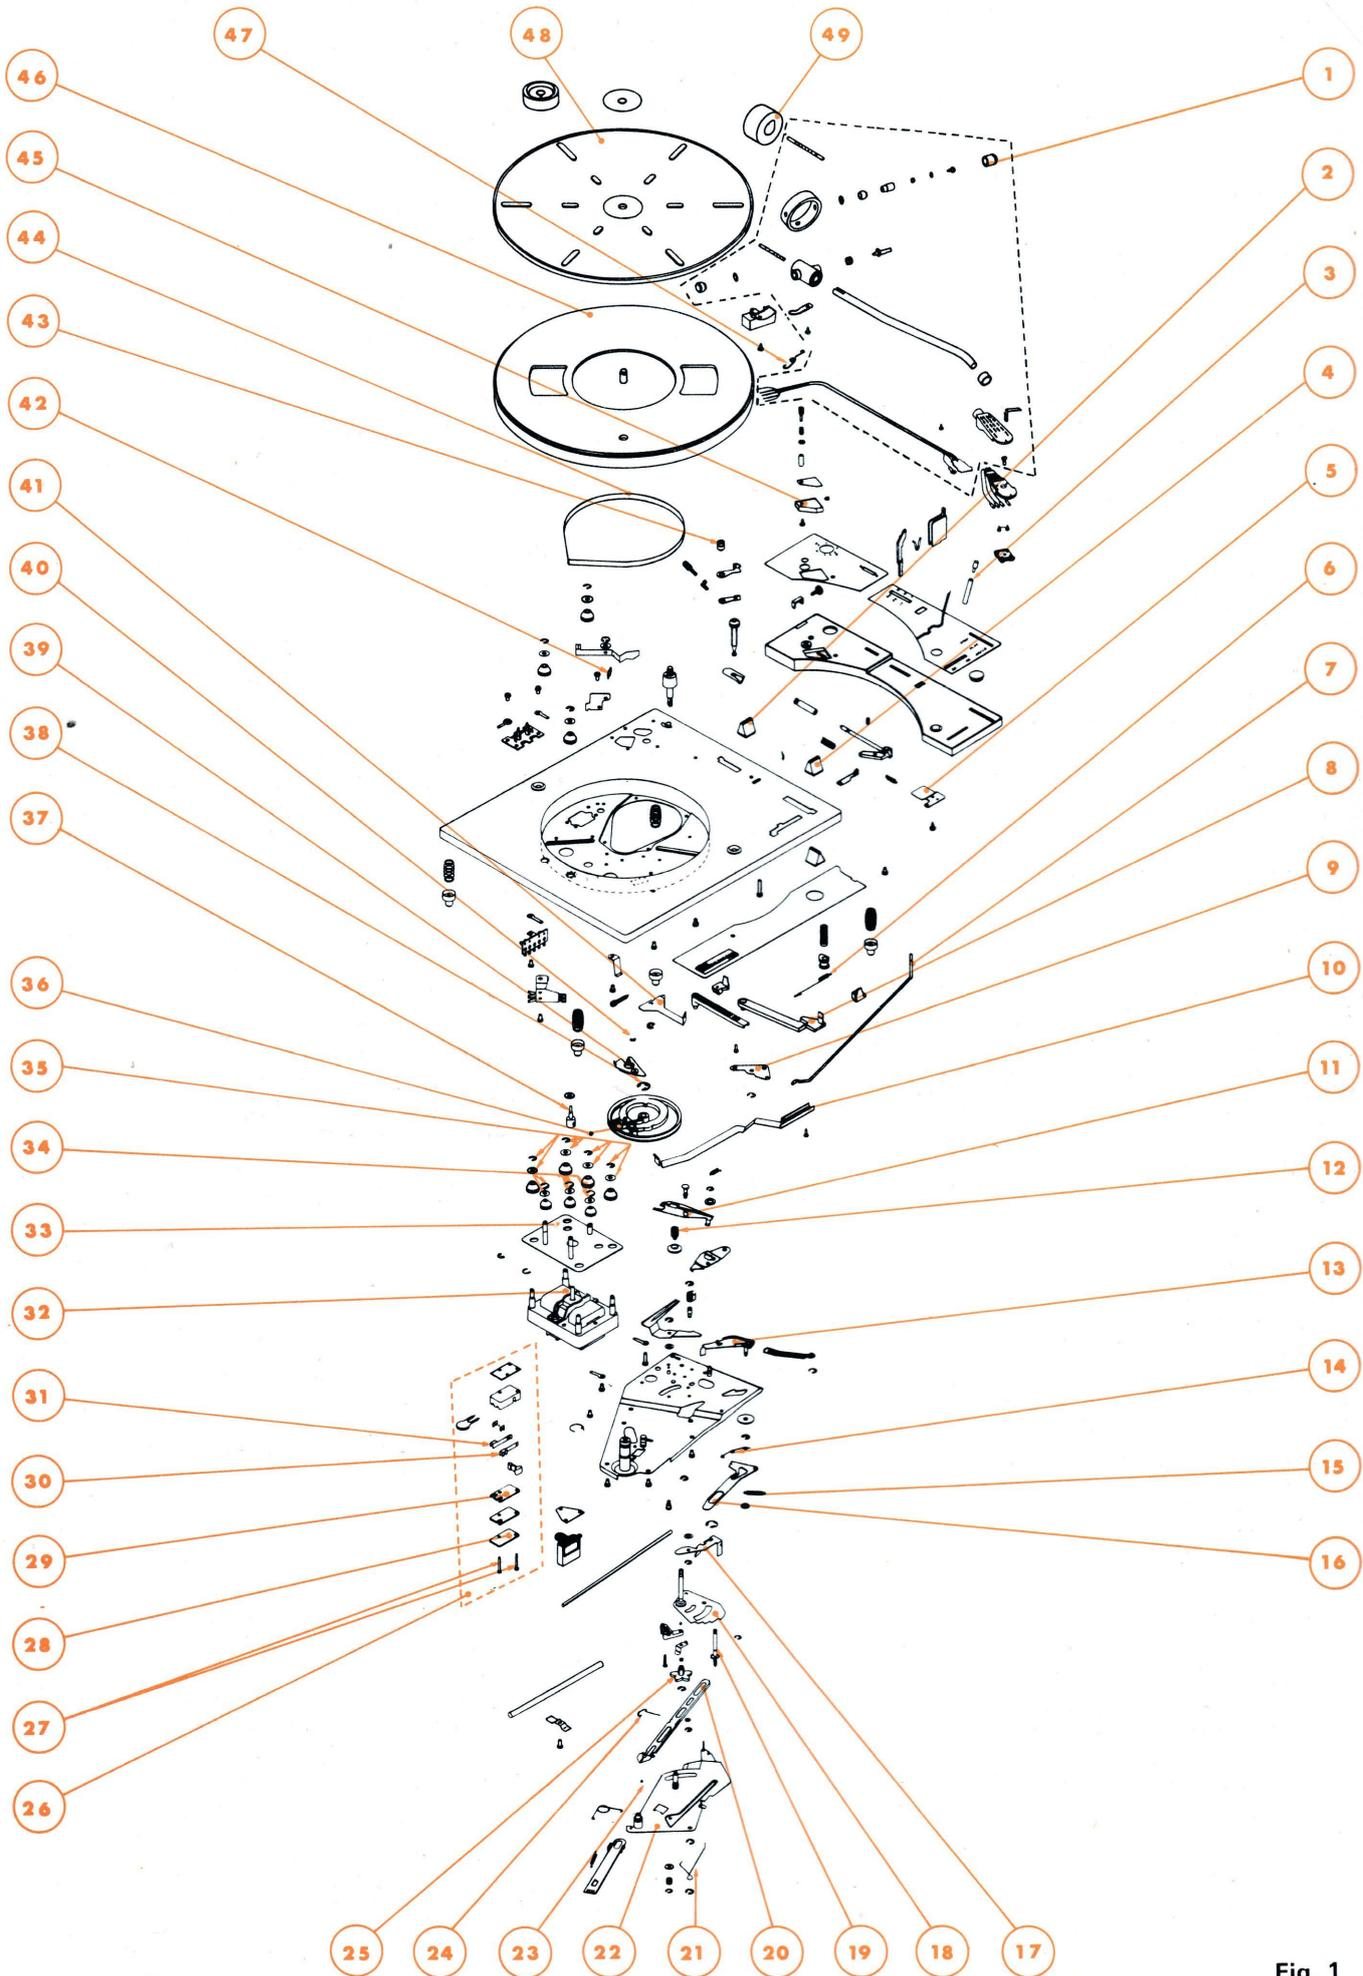
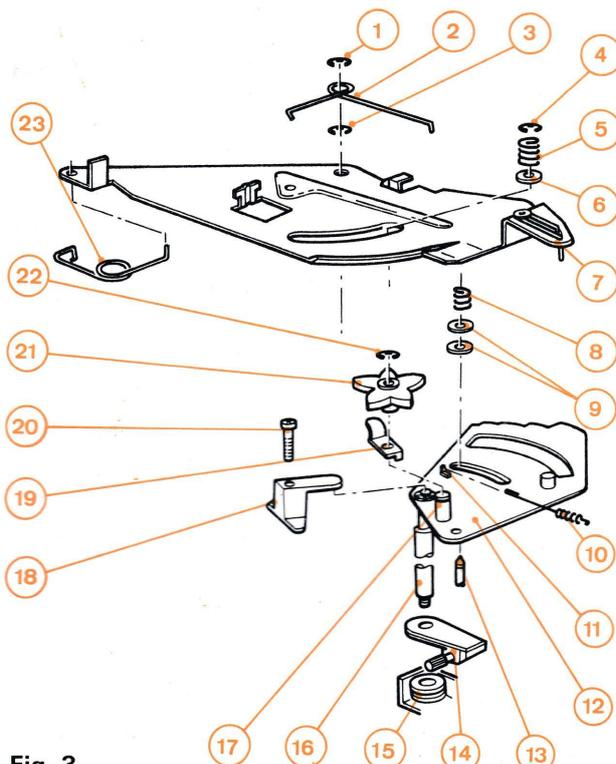

Fig. 1
Fig. 3
### A – DEPART (Fig. 1)
### B - LEVEE, DEPLACEMENT ET POSE DU BRAS SUR LE DISQUE (Fig. 1)
### C – FIN DE LECTURE (Fig. 1)
### D – MECANISME D'ARRET (Fig. 1)
#### A – DEPART (Fig. 1)
#### B – POSE DU BRAS DE LECTURE SUR LE DISQUE (Fig. 1)
#### C – FIN DE LECTURE (Fig. 1)
- 1° - Retirer le couvre plateau (48) (Fig. 1).
- 2° - Enlever l'anneau d'arrêt (C).
- 3° - Dégager la courroie d'entraînement (D) du guide du levier de changement de vitesses (E) et de la poulie du moteur (F).
- 4° - Tirer verticalement le plateau (G) en le saisissant entre le pouce et l'index par les fenêtres (A) et (B).
- 5° - Placer la courroie d'entraînement (D) sur le tambour du plateau. Lors de cette opération, intercaler votre pouce entre le tambour et la courroie et veiller à ce que celle-ci ne soit pas vrillée.
- 6° - Remettre en place le plateau (G).
- 7° - A l'aide de votre pouce placer la courroie sur la poulie du moteur (F) et entre les joues de l'étrier du levier de changement de vitesse (E).
- 8° - Remettre l'anneau d'arrêt (C) et le couvre plateau (48) (Fig. 1).
#### B – DEMONTAGE DU MOTEUR (Fig. 1)
## C – DEMONTAGE DU BRAS DE LECTURE (Fig. 1)
- 2° - Placer la manette de fonctions (4) sur la position « **DEPART** » pour déverrouiller le bras de lecture de son support.
- 3° - Retirer le contre-poids (49) du bras de lecture (1).
- 4° - Enlever le ressort à épingle (47) de la gorge de l'axe (43).
- 5° - Retirer le bras de lecture (1).
## D – DEMONTAGE DE LA CAME (36) (Fig. 1)
- 2° - Retirer l'anneau d'arrêt (38).
- 3° - Enlever l'ensemble came (36) et cliquet d'arrêt (39) de la table de lecture.
- 4° - Retirer l'anneau d'arrêt (40) pour séparer le cliquet d'arrêt (39) de la came (36).
**Nota :** Lors du remontage, déplacer la platine de commandes (22) de façon à placer correctement son ergot dans le chemin de distribution de la came (36).
## E – DEMONTAGE DE LA CAME DU BRAS DE LECTURE (Fig.3)
- 3° - Retirer les ressorts (2), (5), (23) la rondelle (6), puis l'anneau d'arrêt (3).
- 4° - Enlever la platine de commande (7) de l'ensemble mécanique de la table de lecture.
- 5° - Retirer le ressort antiskating (10) de l'œillet (11).